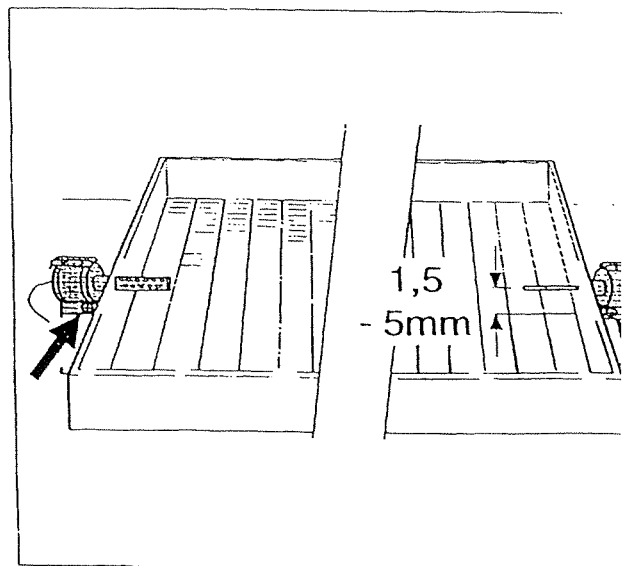

Fig. 39 Elettrodi di accensione a incandescenza e ionizzazione
- ◆ Svitare di due giri le viti di fissaggio (Fig. 39).
- ◆ Rimuovere l'elettrodo di accensione ad incandescenza e l'elettrodo di ionizzazione (Fig. 39).